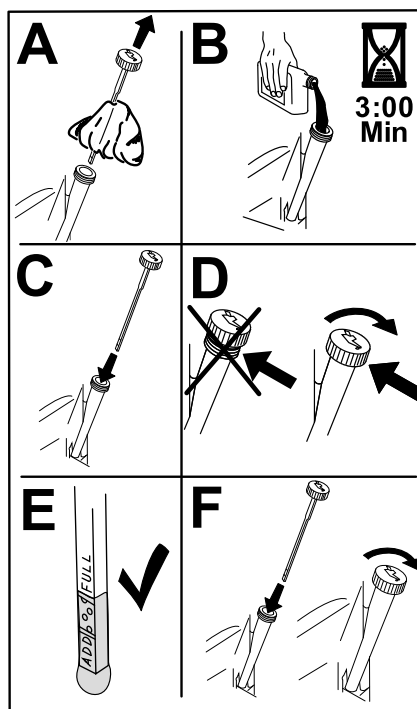

Рисунок 48
6. Медленно залейте приблизительно 80% масла указанного типа в заливную горловину и затем медленно добавляйте масло, чтобы довести его уровень до отметки «Полный» (Рисунок 48).